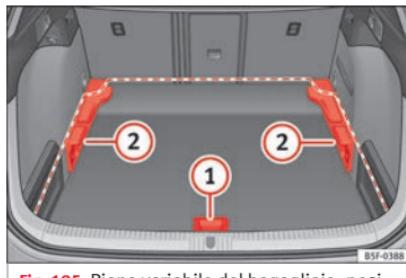
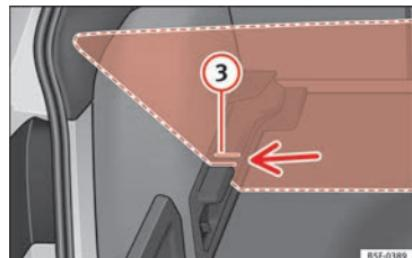

Fig. 185 Piano variabile del bagagliaio: posizioni.
Fig. 186 Piano variabile del bagagliaio: fessure inclinate.
- Sollevare il piano mediante la maniglia »**fig. 185** ① e tirarlo all'indietro fino a quando la parte anteriore del piano sarà completamente fuoriuscita rispetto ai supporti ②.
- Far scorrere il piano in avanti attraverso i supporti fino a farlo entrare in contatto con lo schienale dei sedili posteriori, e, successivamente, abbassare il piano con la maniglia ①.
- Far combaciare tale parte anteriore con le fessure inferiori dei supporti e lasciar scorrere il piano in avanti fino a farlo entrare in contatto con lo schienale dei sedili posteriori, abbassando allo stesso tempo il piano con la maniglia ①.
- Sollevare il piano con la maniglia »**fig. 185** ① e spingerlo all'indietro fino a quando la parte posteriore del piano sarà fuoriuscita dalle fessure inclinate »**fig. 186** ③.
- Far scorrere il piano attraverso tali fessure aiutandosi con la maniglia ① fino a quando non entrerà in contatto con lo schienale dei sedili posteriori e il piano sarà appoggiato sulle fessure.